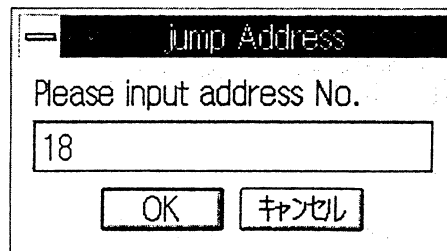

図4.4
- ②図4.4のように「Please input address No.」のメッセージが出ます。
- ③ジャンプしたいアドレス番号を入力し「OK」のボタンをクリックします。
- ④これで目的のアドレスのデータが呼び出されます。